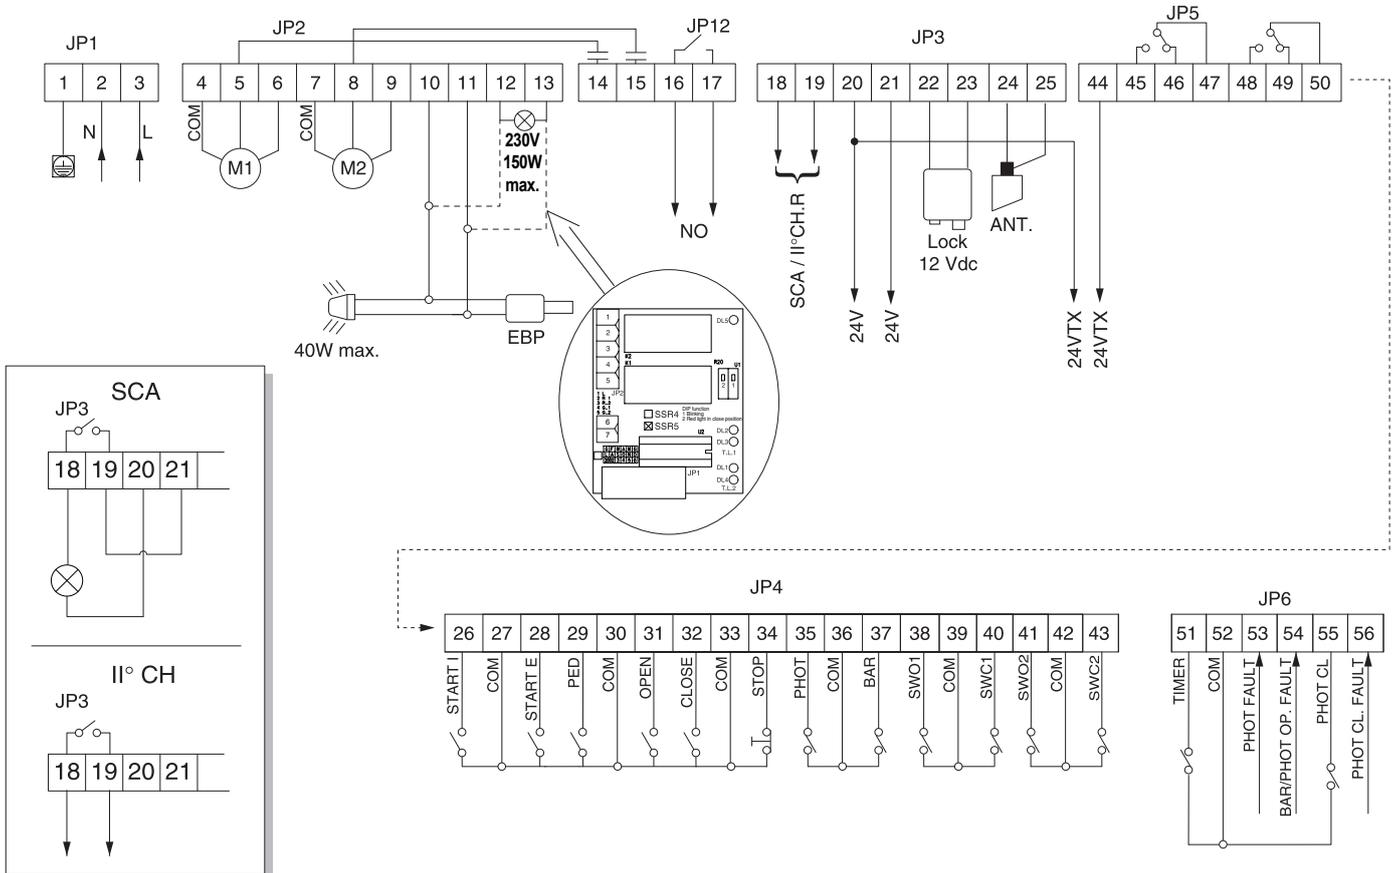

Fig. 4
15) TARJETA SEMAFORO / PRECALENTAMIENTO DE LOS MOTORES SSR5 (Fig.4)
15.4) Conexiones del tablero de bornes SSR5 (Fig.4)
15.6) Leds de señalización presentes en la tarjeta (Fig.4)